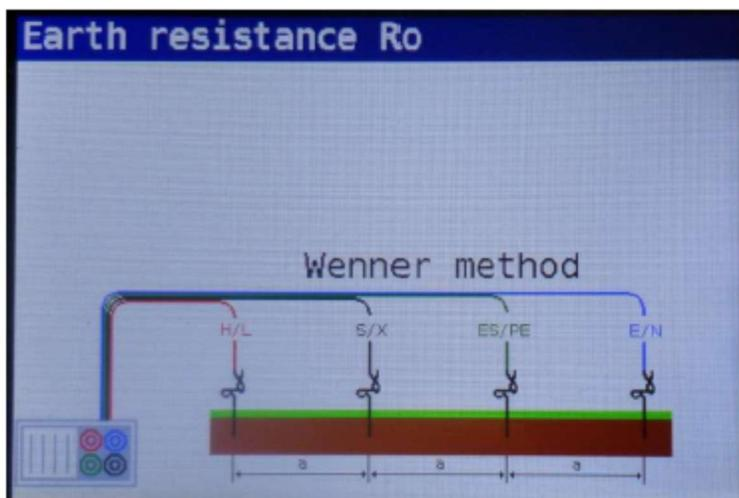

Figure 5-48: Diagramme de connexion
**Étape 3** Suivez les schéma de connexion de la figure 5.48 pour effectuer le **Specific Earth Resistance** (mesure de résistance terre spécifique).